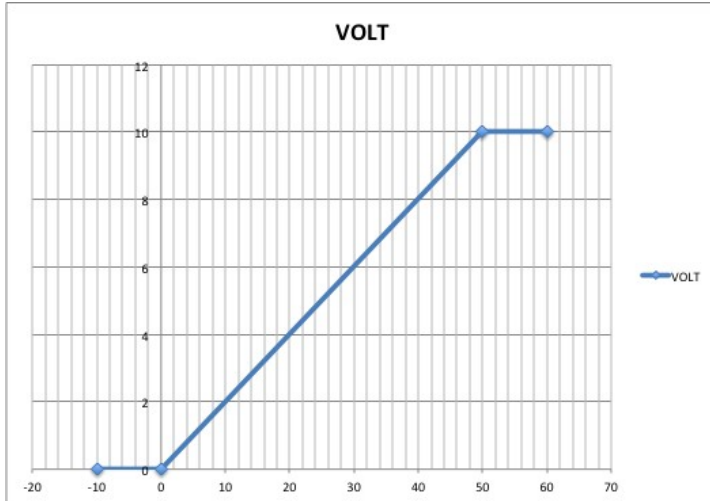

Fig 5. Sensor de Temperatura 0°C a 50°C
- ⇒ El SW2 interruptor 2 controla los umbrales de concentración de CO₂ a los que conmuta o dispara el Relé (*ver fig. 5*)
El sensor en la salida AN2 por defecto da una señal proporcional a la temperatura entre 0°C y 50°C (ver fig. 5)